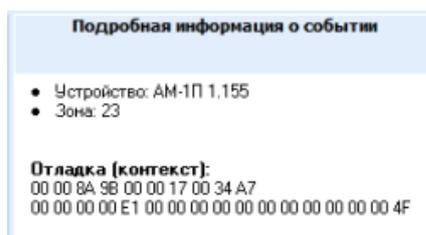

Рисунок 22.7 Окно «Подробная информация о событии»
5) **Окно «Подробная информация о событии».** В этом окне отображается подробная информация о записи журнала событий, на которой находится курсор (Рисунок 22.7).